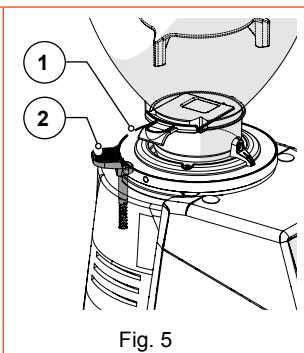

Fig. 5
- **Leva blocca-ghiera di sicurezza (Fig. 5)**